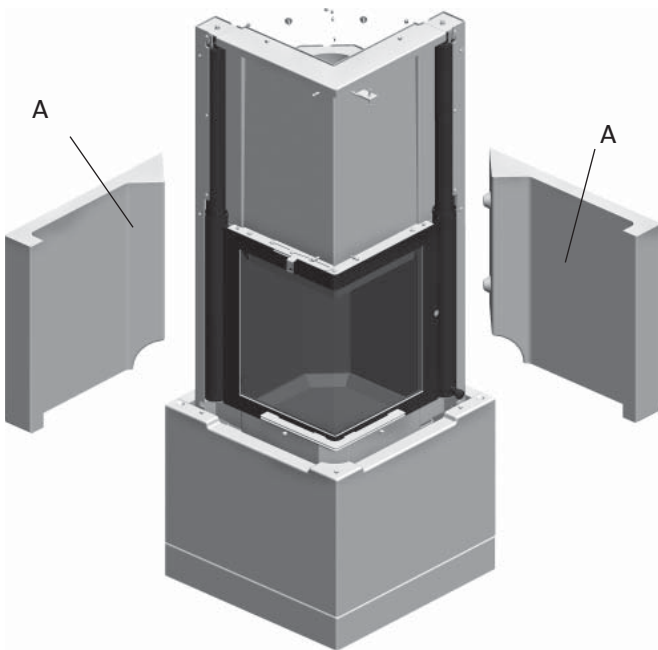

Fig. 9
7. Positionieren Sie Aufsatz 1 (**Abb. 9 A**). Stellen Sie sicher, dass die Seite mit der scharfen Kante nach oben weist. Nutzen Sie Acrylklebstoff zum Befestigen.